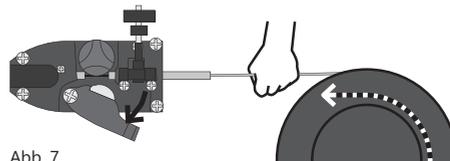

Abb. 7.
- (Siehe Abb. 7.) Schieben Sie mindestens 30 cm Draht in die Führung. Wenn das Ende des Drahtes gebogen ist, schneiden Sie es ab.